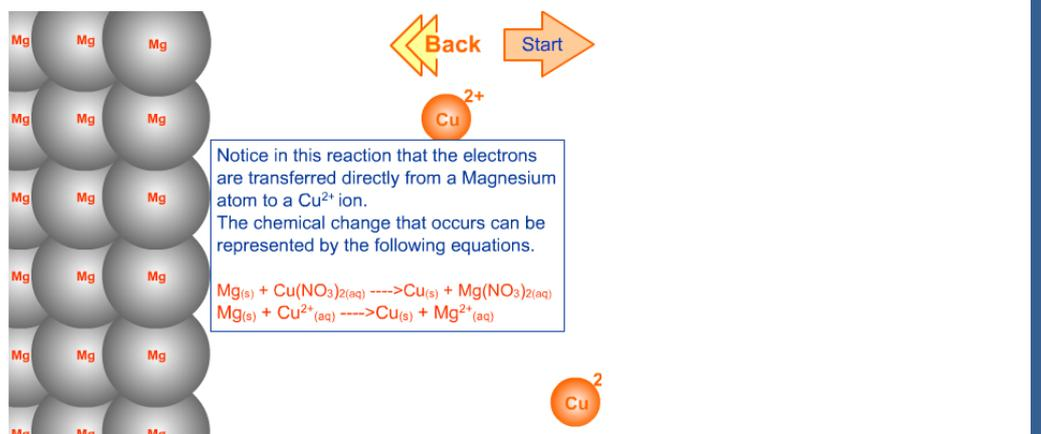

Figura 4: (A) Reação: Mg e  $\text{Cu}(\text{NO}_3)_2$
**Tradução Figura 4:** Observar nesta reação que os elétrons são transferidos diretamente de um átomo de Magnésio para os íons cobre. A transformação química que ocorre pode ser representada pelas seguintes equações.